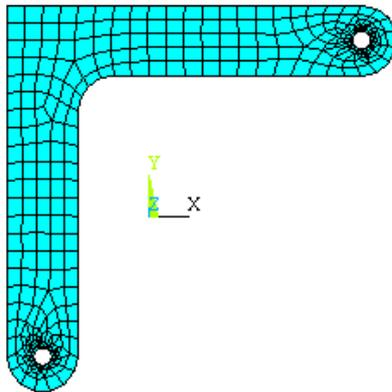

图9.18 网格划分结果
(18) 在【Element edge length】文本框中输入【0.0125】，单击【OK】按钮。再次单击 Main Menu>Preprocessor>Meshing>Size Cntrls> ManualSize> Lines>Picked Lines 菜单，选择模型的小圆内边线，单击【OK】按钮，设置【Element edge length】文本框为【0.001】，然后单击【OK】按钮。
(19) 单击 Main Menu>Preprocessor>Meshing>Mesh>Areas>Free 菜单，弹出图形拾取对话框，单击 **Pick All** 按钮，即可完成模型的网格划分，得到的网格如图 9.18 所示。